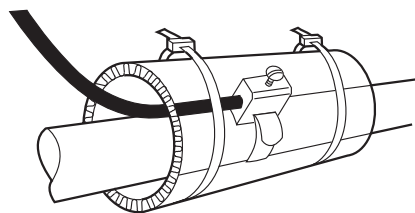

Fig. 6. Fixation d'une sonde à collier pour canalisation.
- sonde à collier pour canalisation (fig. 6) : la placer sur le départ d'eau chaude à environ 1,50 m de la chaudière.